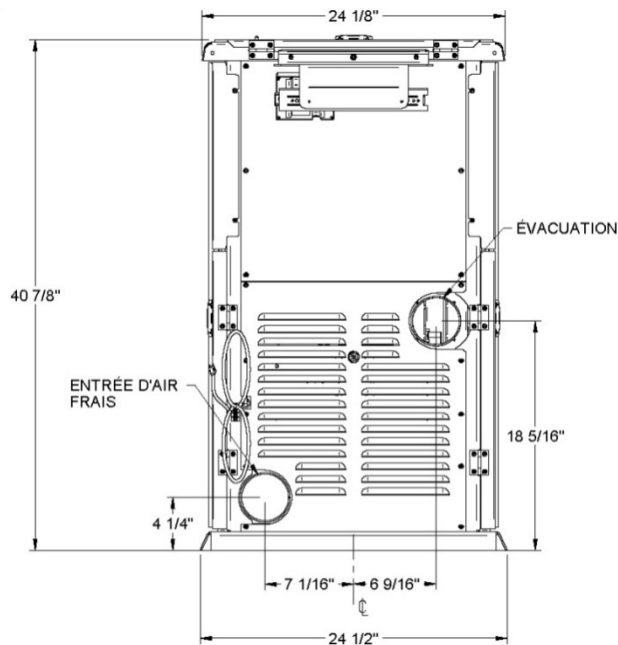
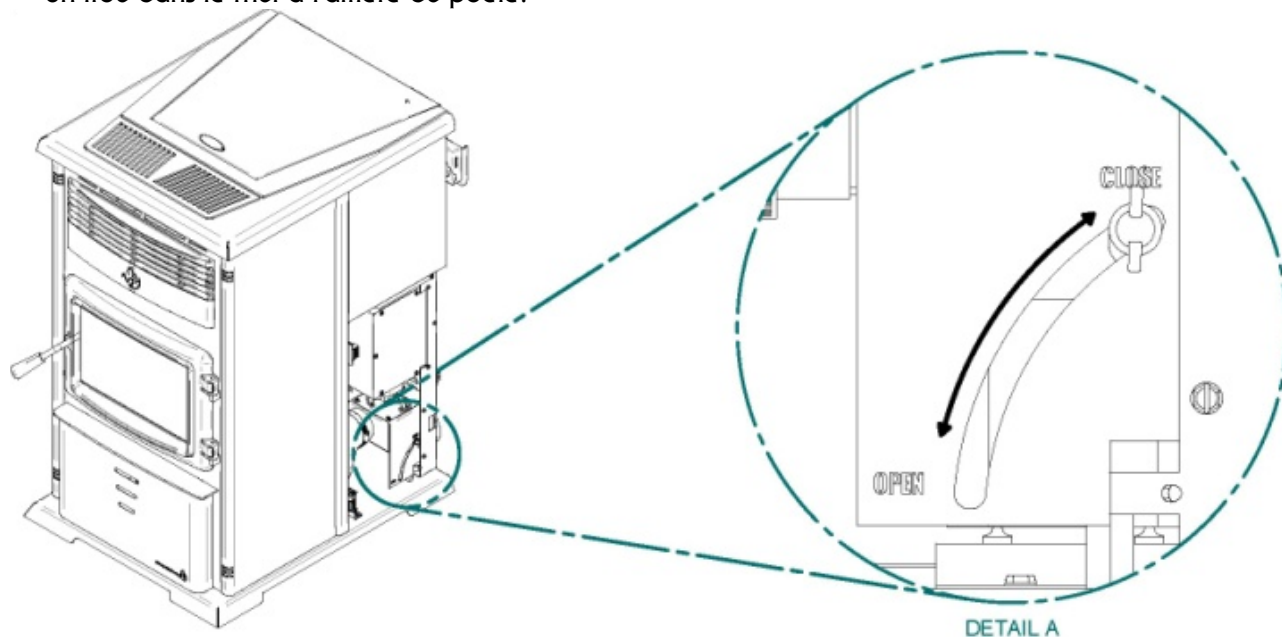
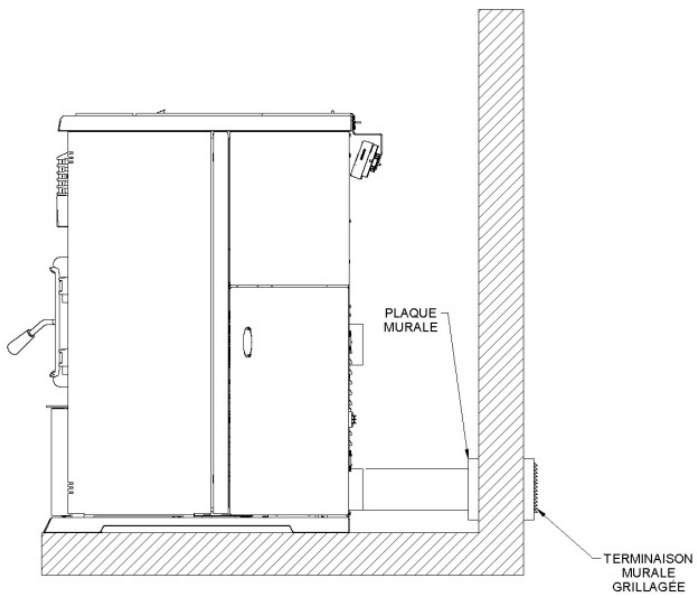

FIGURE 5
FIGURE 6.
FIGURE 7
Il est obligatoire de raccorder ce poêle à une source d'air de combustion provenant de l'extérieur afin de réduire le risque de retour de fumée et de chaleur vers la trémie qui sont généralement causés par un environnement en pression négative. Un tuyau métallique, rigide ou flexible, d'un diamètre intérieur de 4", doit être raccordé à la buse prévue à cet effet, à l'arrière du poêle (voir figure 5). Un dispositif en métal de protection contre les rongeurs (grillage de 1/4" minimum) doit protéger l'entrée (voir figure 7). Toutes les connexions doivent être scellées à l'aide de collets de serrage ou de ruban métallique UL-181-AP. D'autre part, vérifiez que le registre d'air frais est toujours ouvert pendant que le poêle est en fonction. Le clapet d'admission d'air frais est situé à l'arrière du poêle du côté droit (voir figure 6).
2. Marquez la position du trou au mur directement derrière la buse d'évacuation (voir figure 5).